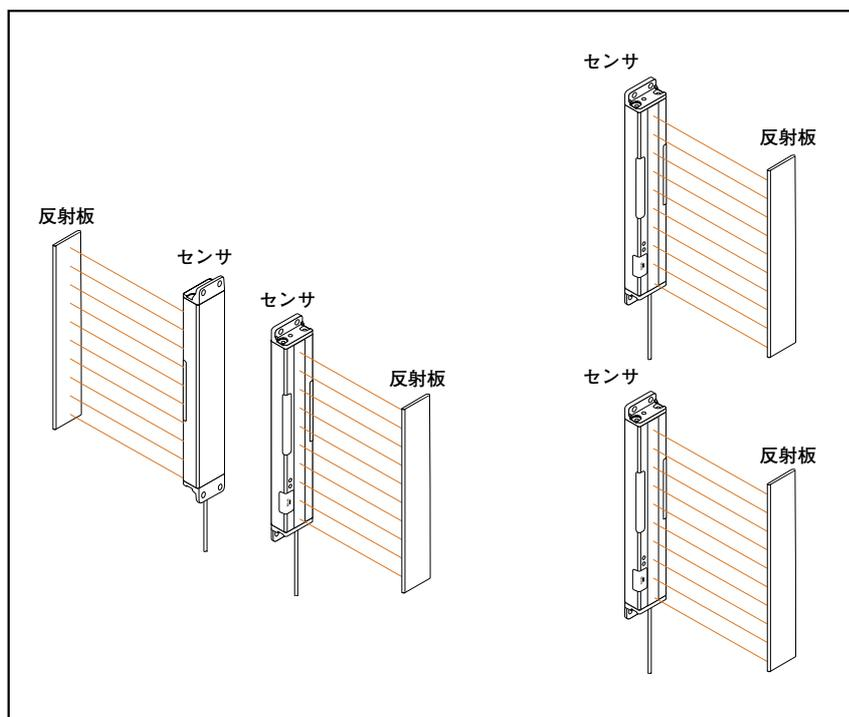

Fig.9 複数のセンサの設置（相互干渉防止）
- Fig.9に示すようにセンサと反射板（または部品棚の壁）を配置します。